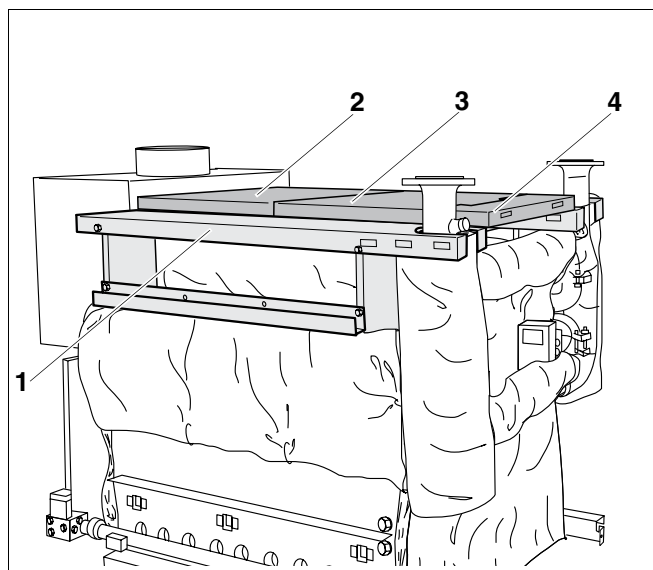

Fig. 57 Montarea carcaselor cazanului
- Poziționarea capacului posterior al cazanului (fig. 57, **poz. 2**) și prinderea lui de carcusele laterale ale cazanului (fig. 57, **poz. 1**) cu șuruburi cu cap plat 3,9 x 9,5. De la mărimea 2 x 12 există și o carcasă pentru partea de mijloc (fig. 57, **poz. 3**), care trebuie poziționată între capacul frontal al cazanului (fig. 57, **poz. 4**) și capacul din spate al cazanului (fig. 57, **poz. 2**).